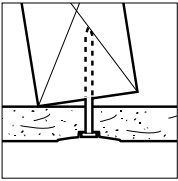

Fig. 11
**Causa:** Los miembros del bastidor no están colocados a escuadra con los largueros, y presentan una superficie angular de clavado (Fig. 11). Al aplicar los paneles existe el peligro de perforar el papel con las cabezas de los fijadores, o de que el miembro se tuerza al secarse, con el consiguiente aflojamiento del panel y el probable fijador suelto. La deformidad puede ser ocasionada también por madera torcida o húmeda.